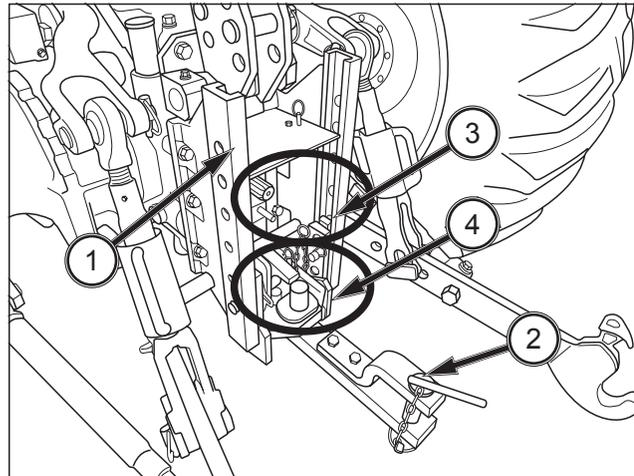

FIG. 88
**FIG. 88 :** Le tracteur de type E4 est équipé d'un support de crochet avec un rail de coulissement (1) en plus de l'attelage arrière (2). La chappe d'attelage (3) et le support de barre de traction (4) peuvent être ajoutés au crochet avec rail de coulissement. L'ensemble barre de traction peut être changé en barre CUNA ou barre CEE.